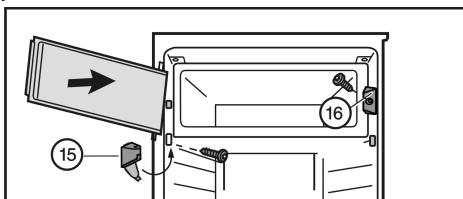

Fig. 8
- Монтирайте затварящия елемент Fig. 8 (16).
- Монтирайте лагерната стойка Fig. 8 (15) и затворете капака.